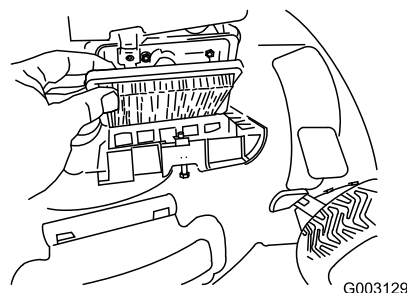

Рисунок 34
4. Установите крышку на место (Рисунок 34).